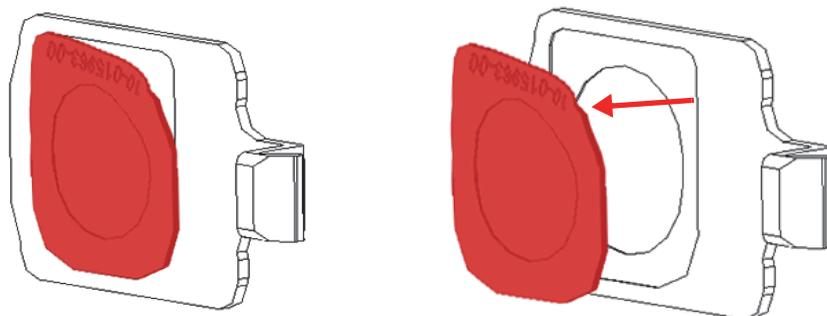

Figure 4-6 Soulever le coin de la fenêtre (à gauche) et le retirer (à droite)
- ◆ Pelez et soulevez un coin de la fenêtre de mesure pour la retirer de la plaque frontale (Figure 4-6 à la page 66).